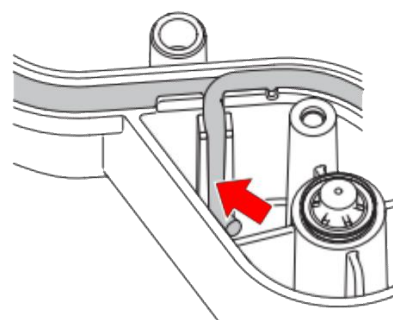

Abbildung 7
5. Legen Sie das zweite Ende des Dichtungstreifens über das erste Ende und führen Sie es dann aus dem Kanal heraus. Befestigen Sie den Dichtungstreifen mit dem Halter am Boden. Wird durch den Pfeil in Abbildung 7 angezeigt.